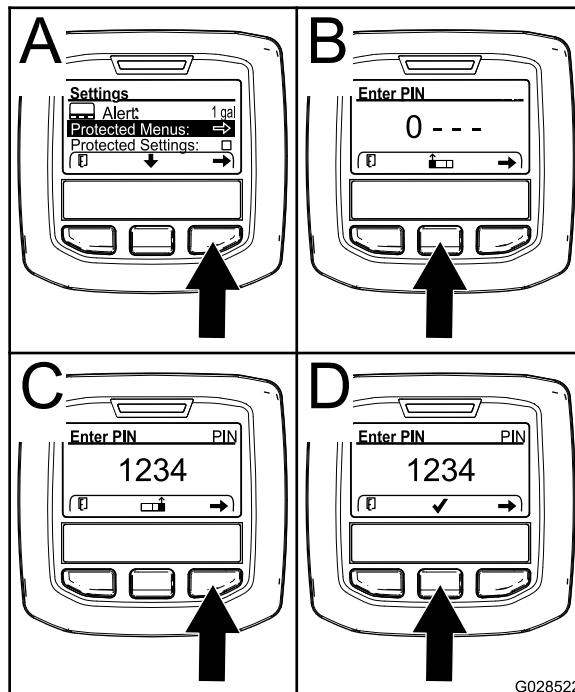

Figura 37
2. No menu de DEFINIÇÕES, utilize o botão central para ir até ao menu PROTEGIDO e prima o botão direito (Figura 37).